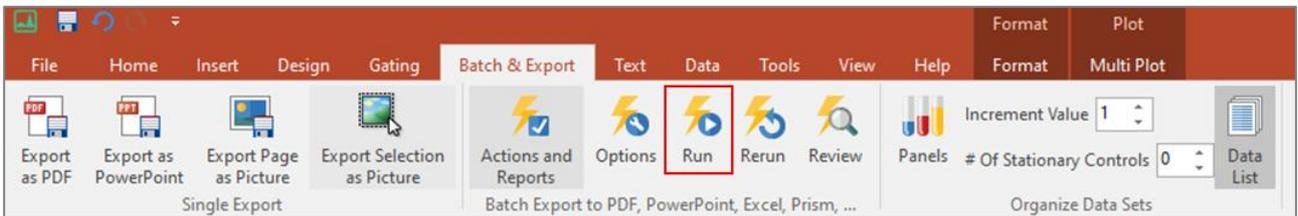

Abbildung 8. Ansicht des Reiters *Batch & Export* in *FCS Express* sowie Lage von *Run*
4. Überprüfen Sie in *FCS Express*, ob die Populationen in den vorgesehenen Gats liegen und passen sie bei Bedarf leicht an. Klicken Sie dazu das entsprechende Gate an und verschieben es an die gewünschte Position. Klicken Sie unter dem Reiter *Batch & Export* auf *Run* (s. Abbildung 8).